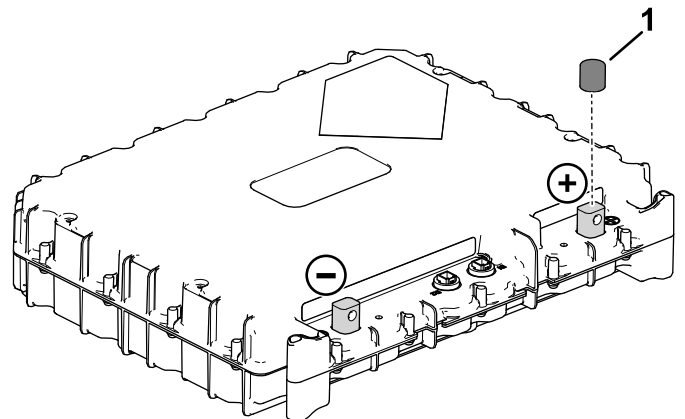

Figura 12
- A. Remova a tampa (Figura 12) dos terminais positivos.